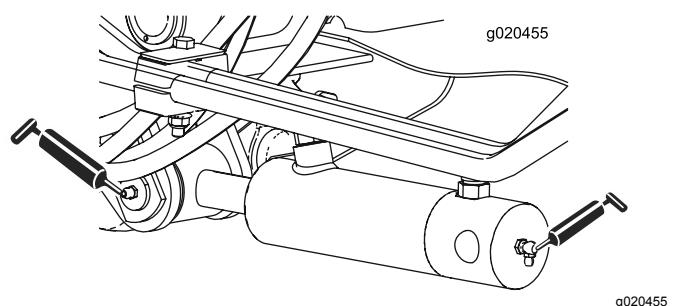

Figura 65
- Dois (cada lado) casquilhos do cilindro do braço de elevação (Figura 65)